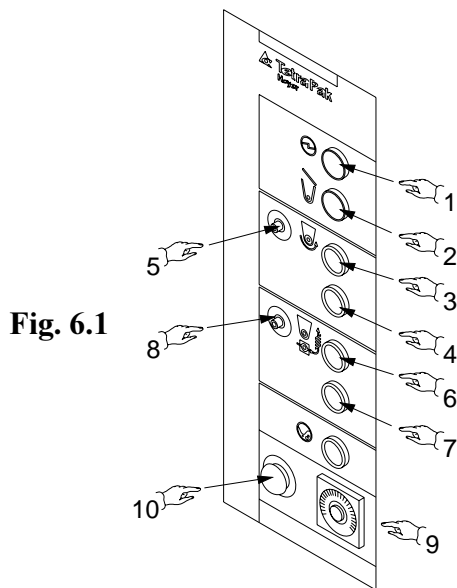

Fig. 6.1
- c. Azionare il motore della pompa a lamelle del mescolatore e della coclea premendo rispettivamente i pulsanti luminosi (*Part. 3/6, Fig. 6.1*), nell'ordine qui descritto.
- d. Impostare con il temporizzatore (*Part. 9, Fig. 6.1*) il tempo di intervento dell'agitatore lento.
- Potenziometro (Part.8, Fig.6.1), per regolare la velocità della pompa a lamelle.
- Potenziometro (Part.5, Fig.6.1), per regolare la velocità della coclea.
- Ruotare il potenziometro (Part.8, Fig.6.1) così aumenta la velocità del motore principale.
- Ruotare il potenziometro (Part.5, Fig.6.1) in direzione oraria così aumenta la velocità della coclea.
- Ruotare il potenziometro (Part.8, Fig.6.1) in direzione anti-oraria così diminuisce la velocità del motore principale.
- Ruotare il potenziometro (Part.5, Fig.6.1) in direzione anti-oraria così diminuisce la velocità della coclea.
- Spegner il motore della coclea (Part.4, Fig.6.1).
- Spegner il motore della pompa a lamelle e dell'agitatore (Part.7, Fig.6.1).
- Premere il pulsante di emergenza (Part.10, Fig.6.1).